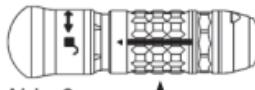

Abb. 6
- Handstück fest in einer Hand halten und Entriegelungsmanschette des Zubehörs vorschieben und drehen, bis der Pfeil mit dem Entriegelungssymbol ausgerichtet ist (Abbildung 6).